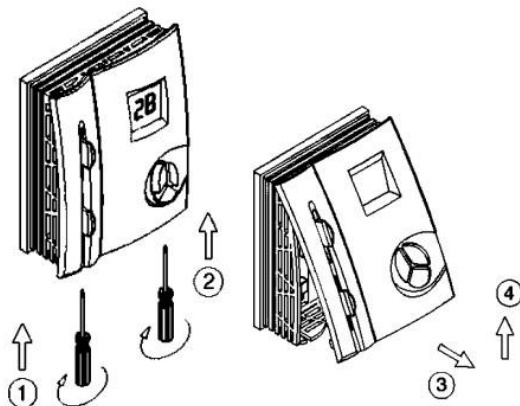

Рис. 1
Пульт управления имеет два скользящих (ползунковых) переключателя и три кнопки (рис. 1).
- Разобрать пульт, отвинтив два винта и отведя лицевую панель вверх (в последовательности 1, 2, 3, 4 на рис. 1).